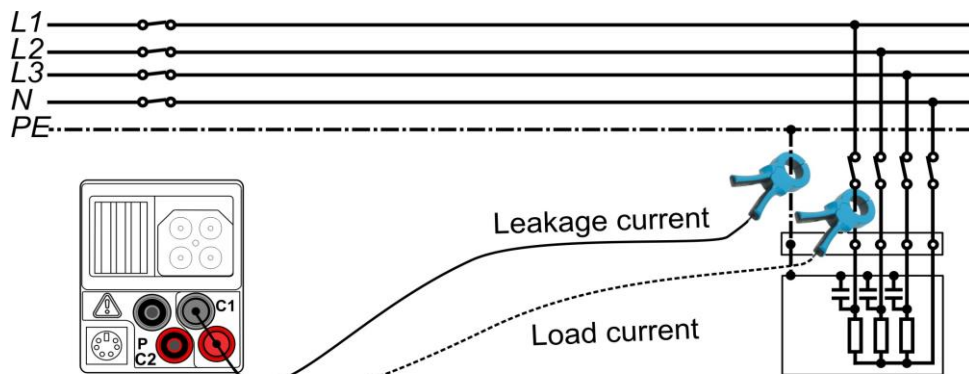

Abbildung 7.9: Ableitstrom- und Laststrommessungen
- ❑ **Schließen** Sie die Prüflitungen am Prüfling an (siehe Abbildung 7.9).